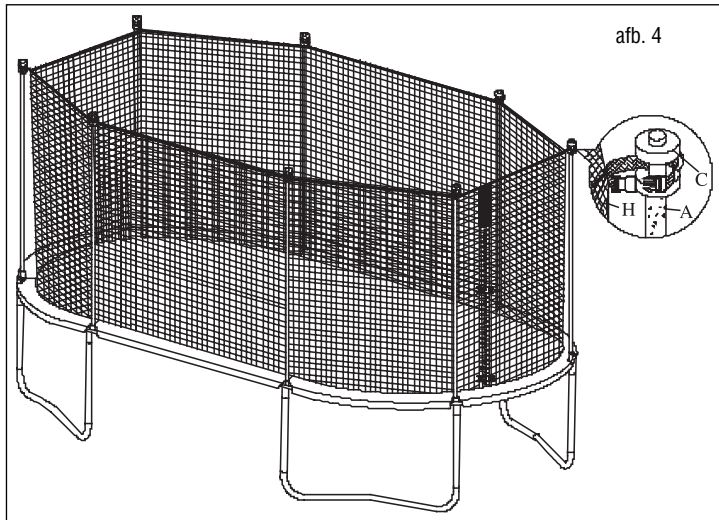

afb. 3
- Leg het veiligheidsnet (H) op de springmat. Bevestig een lus met kliksluiting aan een netstang zoals in afb. 3 weergegeven. Let erop dat het net correct, met de lus naar buiten en de ingang in het midden van een korte zijde, bevestigd wordt. De waarschuwingen op de veerafdekking zouden zich eveneens bij de ingang moeten bevinden..